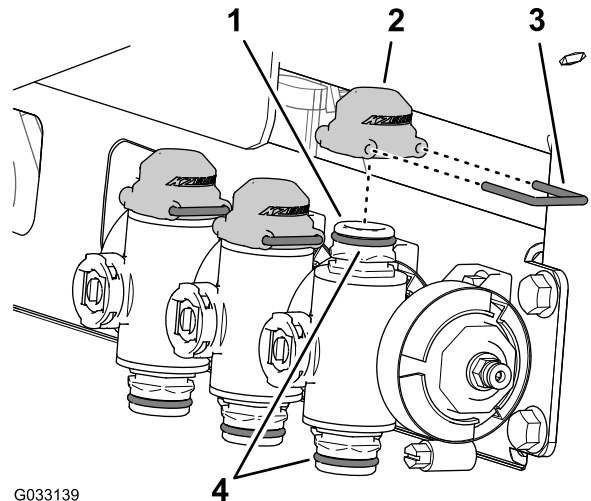

図 58
3. マニホールドバルブのクイックカップラの上下のOリングに、クイックカップラのキャップに付いているグリスを塗る 図 58。
4. クイックカップラ用キャップ3個をクイックカップラ3個に取り付ける 図 58。
5. リテーナ3本を使ってキャップ個をクイックカップラ個に固定する 図 58。